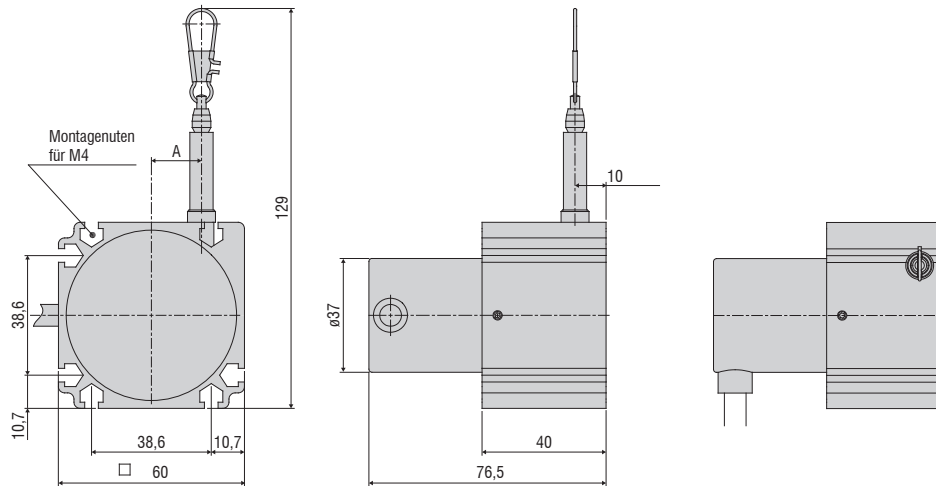

Abb. 2 Maßzeichnung WDS- ... - P60 - CR - P, Abmessungen in mm
- Montage durch Montagenuten für Mutter M4 DIN 934 oder Schraube M4 DIN 931, siehe Abb. 2 ff.